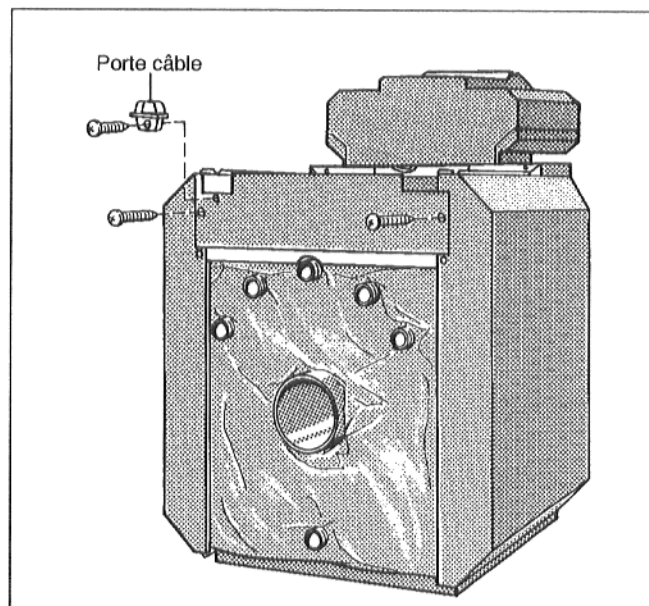

Fig. 23
- Visser le porte câble à gauche ou à droite sur le panneau arrière de la chaudière (Fig. 23), les deux perforations restant alignées.
- Visser le panneau arrière de la chaudière sur le rebord du panneau latéral à l'aide de 2 vis Parker (Fig. 23).